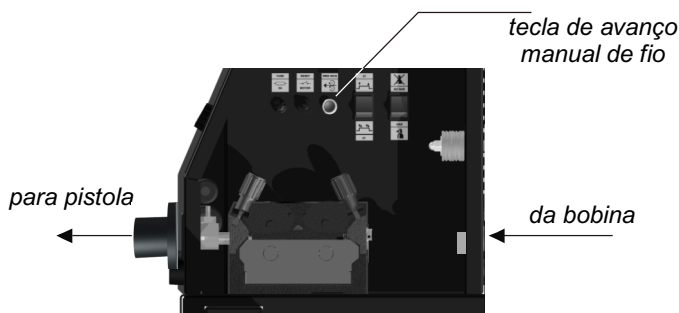

Fig.12
5.10 – Pulsar continuamente a tecla manual de avanço de fio ((Fig. 12 - wire inch) situada no painel interior do alimentador; o motor roda à velocidade seleccionada pelo potenciômetro de regulação; Libertar a tecla para parar o motor quando o fio fique posicionado 50 mm para fora da pistola (stick-out Fig. 14). Aplicar o bico da pistola.